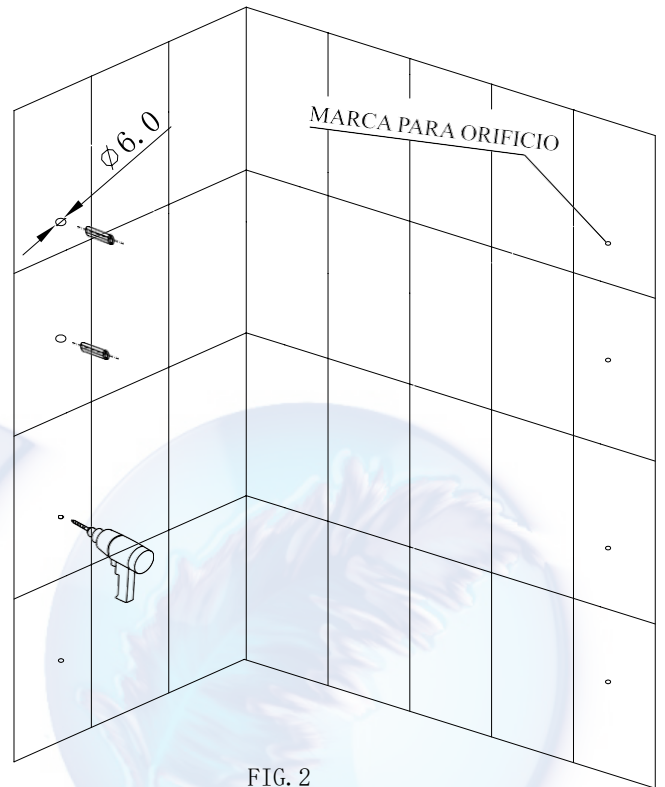

FIG. 2
- 2) Perforați găurile (8-- $\phi 6\text{mm}$ ) conform marcajului, introduceți 1) bușonul de plastic în sapa. Ca Fig.2